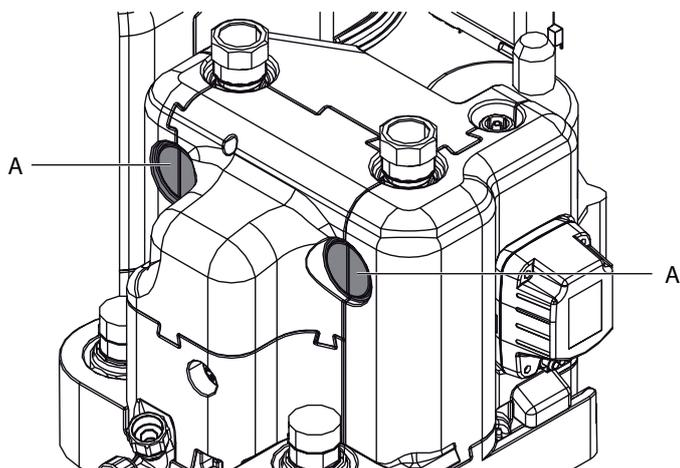

Fig. 4-12 Detalle del aislamiento térmico
- Cortar los orificios laterales del aislamiento térmico (fig. 4-12, pos. A) con una herramienta adecuada.